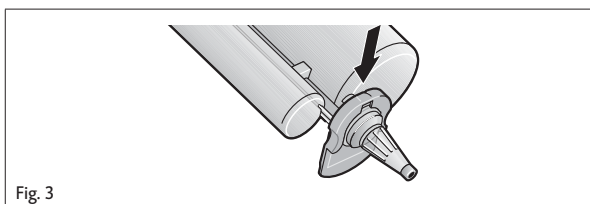

Fig. 3
- 3. Mischkanüle durch Schließen des Verriegelungsschiebers arretieren (Fig. 3).